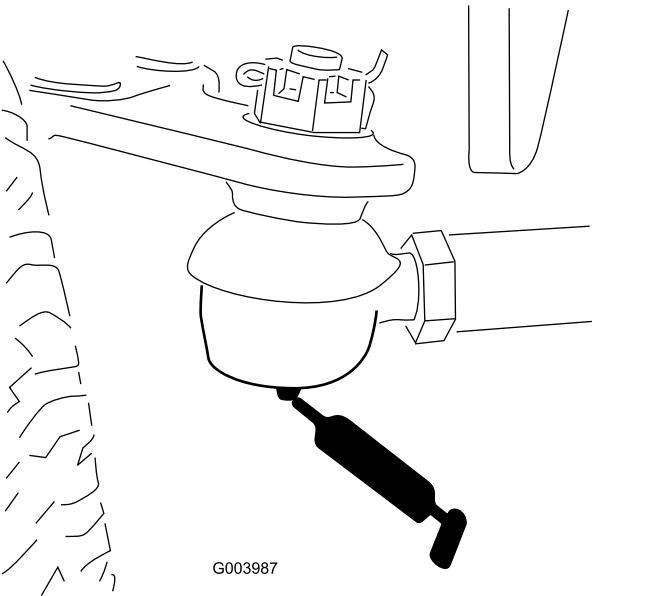

Figura 64
- Tirante del ponte posteriore (2) — Figura 64